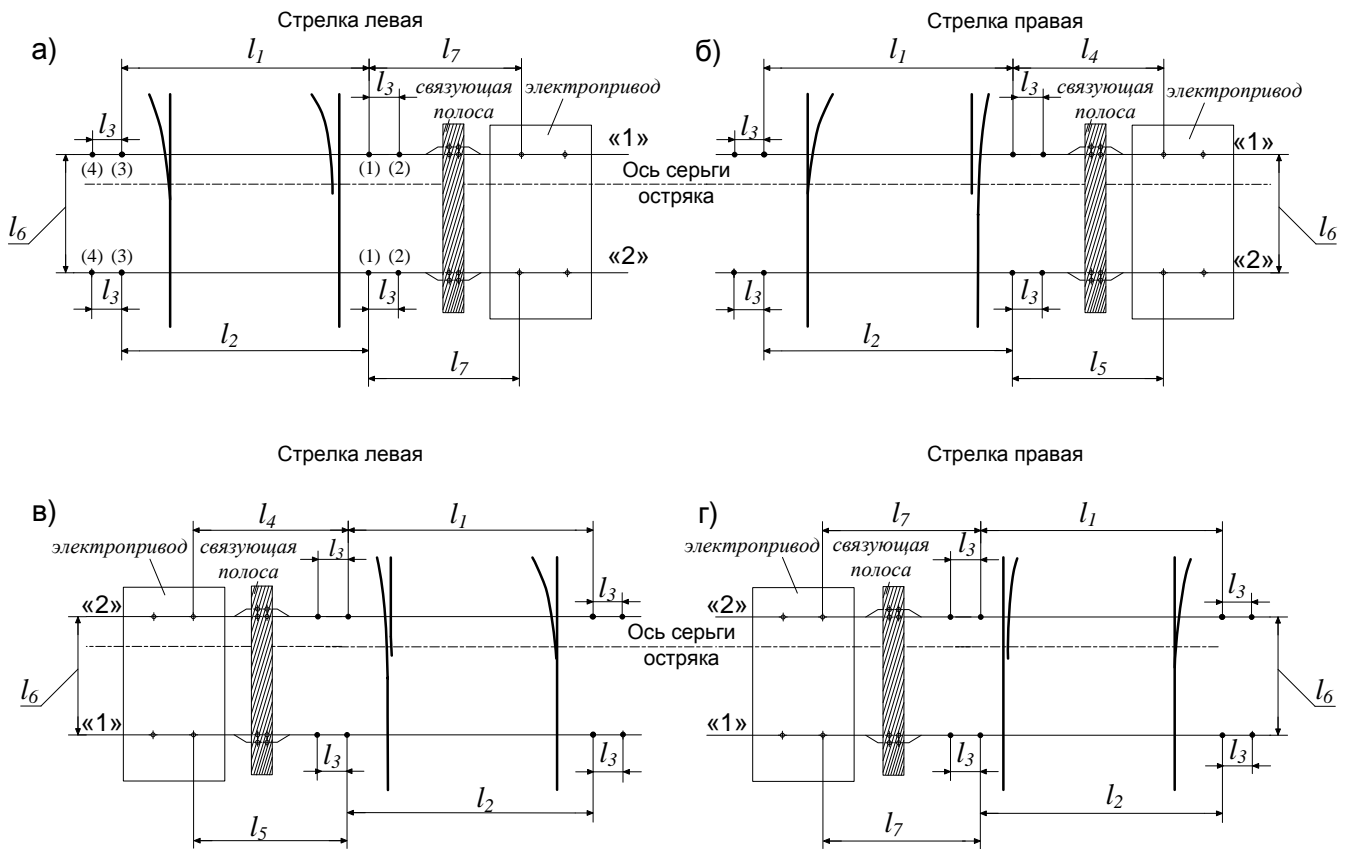

Рис.3. Размеры для разметки фундаментных угольников
Варианты разметки фундаментных угольников представлены на рис.3.
Ниже приведен пример разметки угольников для левой стрелки с расположением электропривода справа рис.3(а)
7.2.2. Разметка фундаментного угольника 16737-04-00 (поз.«1» на рис.3)
- от исходной точки, по размерам указанным в таблице 1, с помощью измерительной рулетки отложить размер l_7 и на этом расстоянии при помощи угольника и слесарной чертилки сделать метку (1) (прочертить линию перпендикулярную продольной оси фундаментного угольника);
- от отметки (1) отложить размеры l_3 и l_1 , как показано на рис.3(а) и при помощи угольника и слесарной чертилки нанести метки (2) и (3) на угольник;
- от отметки (3) отложить размер l_3 и при помощи угольника и слесарной чертилки нанести метку (4);
7.2.3. Разметка фундаментного угольника 16737-05-00 (поз.«2» на рис.3)
- от отметки (1) отложить размеры l_3 и l_2 как показано на рис.3(а) и при помощи угольника и слесарной чертилки нанести метки (2) и (3) на угольник;